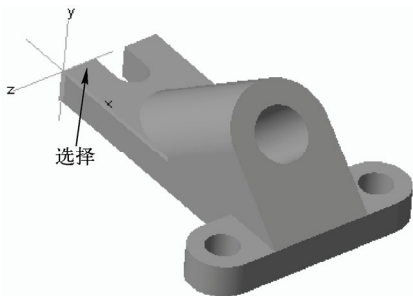

图 5-80 选择两条不平行的直线
STEP 02 在功能区选项板的“模型”选项卡中，单击“基准”面板中的“坐标系”按钮，弹出“坐标系”对话框，按住〈Ctrl〉键的同时依次选择两条不平行的直线，如图 5-80 所示。